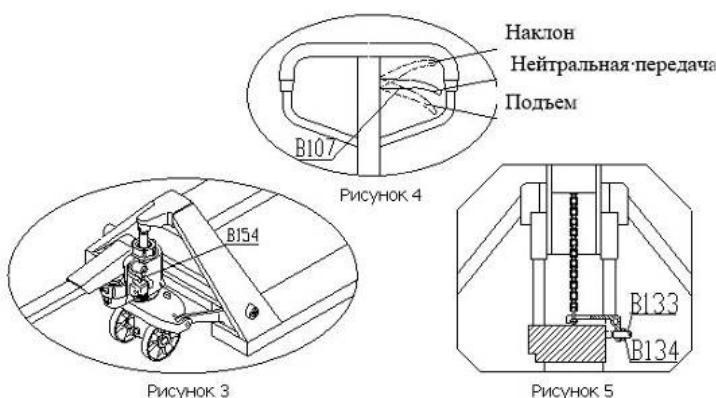

Рис.6
• После установки ручки нажмите Блокировка 1, чтобы ослабить и поместить поворотную ручку 2 в нижнее положение (см. Рис. 6).